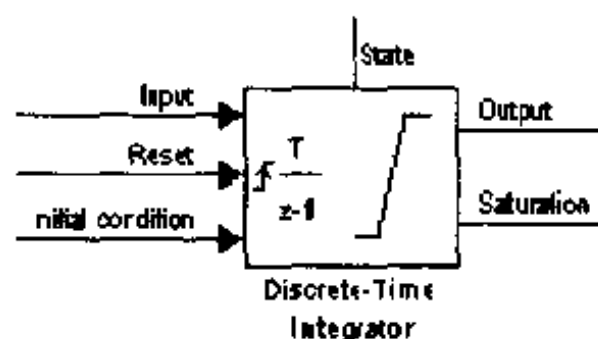

图 7.45 模块图标全图
(6) 选中所有选项。当所有选项都被选中时, 模块图标看起来如图 7.45 所示。